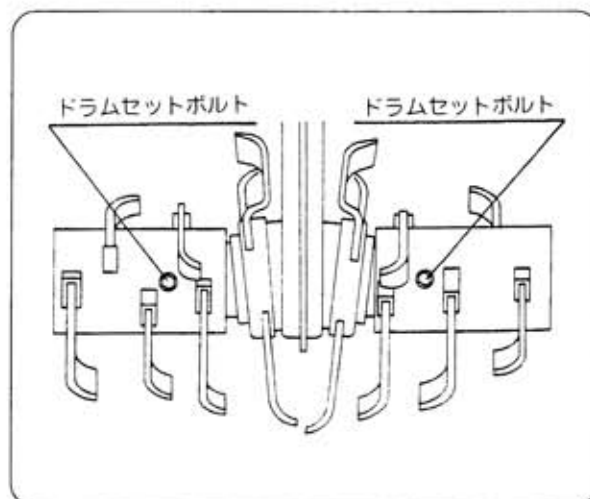

図39
- 1 ドラムローター (左右) のセットボルト (左右各1本) をゆるめドラムローターを外してください。(図39)